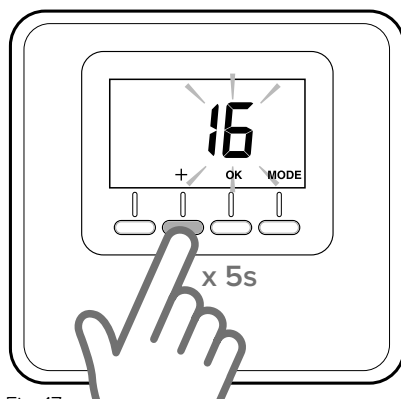

Fig. 17
- Pressionar a tecla “+” no sensor ambiente (Fig. 17) durante 5 segundos. O visor apresenta, alternando, a versão do software e o índice de modificação.